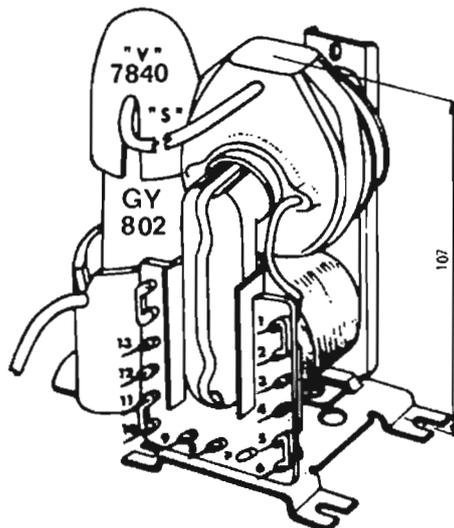

Fig. 4. - Montage vertical de la THT 3016 sur plaquette-support 40673
- Solution verticale. Situé à la base de la THT (parallèlement aux sorties 6, 8, 9, 10 la plaquette permet le montage perpendiculaire au châssis selon la figure 4). Le tube redresseur lui, peut être placé à gauche ou à droite du transformateur grâce à la symétrie des trous de la plaquette.
— Montage. Le transformateur THT 3016 de remplacement sera fixé verticalement dans les trous existants avec le tube redresseur GY802 à droite ou à gauche suivant le blindage, selon la figure 4.